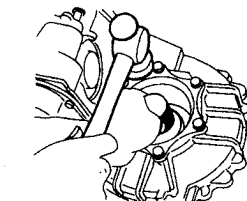

Рис. 7.19 Установка нового сальника подшипника дифференциала на место (См. Раздел 10)
4. Смажьте кромку нового сальника трансмиссионной жидкостью и установите сальник на место при помощи отрезка трубы (См. Рис. 7.19).